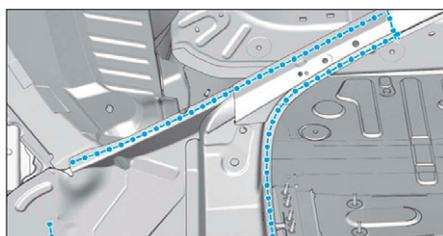

FIG. 50
- Préparer les zones d'accostage et les protéger par un apprêt soudable indice "C7" (Fig.49) et (Fig.50).